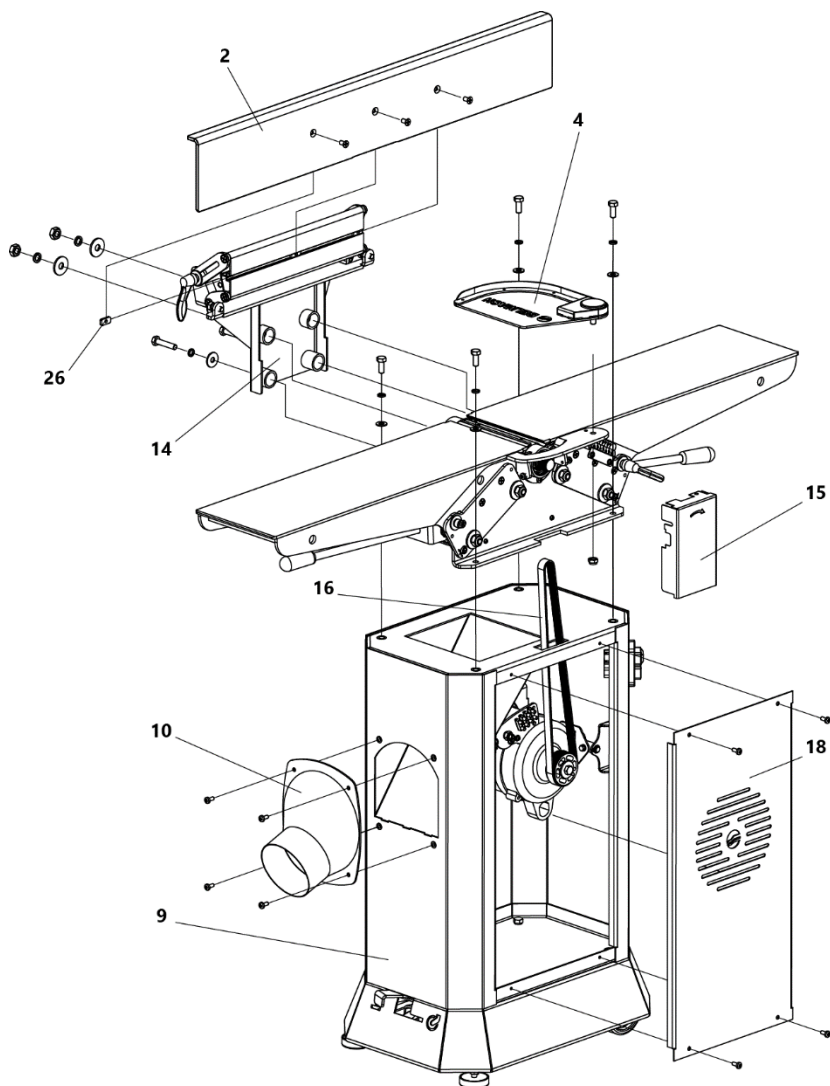

Рисунок 3 Сборка станка
- установите кожух для удаления стружки 10 и закрепите винтами М5×12 (рис. 3);
- установите защитный кожух 15 и закрепите винтами М5×12 (рис. 3);
Для замены приводного ремня привода ножевого вала (рис. 3):